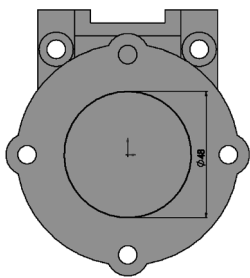

图 7-104 绘制切除拉伸 5 草图
1) 绘制切除拉伸 5 草图。选择壳体底面作为绘图基准面, 单击“草图”控制面板中的  (圆) 按钮, 绘制一个圆。单击“草图”控制面板中的  (智能尺寸) 按钮, 标注圆的直径为 48, 如图 7-104 所示。